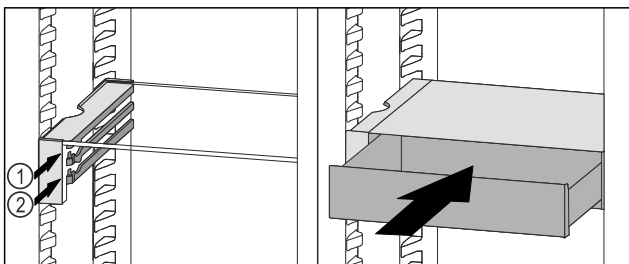

Fig. 136
- ▶ VarioSafe-lade achter de stoppers op de gewenste rib Fig. 136 (1) of Fig. 136 (2) plaatsen.